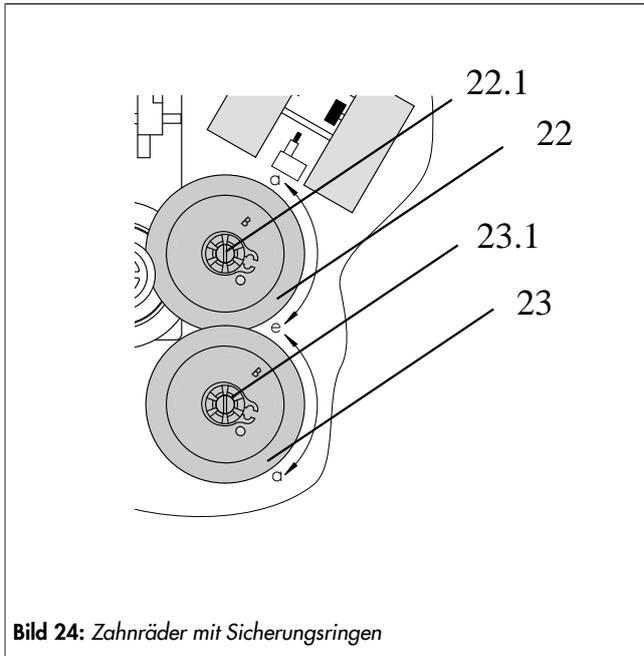

Bild 24: Zahnräder mit Sicherungsringen
- Zwischenrad (1) auf Dom 1 (11.1) aufstecken.
- Zackenring (3) aufsetzen und bis zum Anschlag herunterdrücken.
- Spannfeder (4) so auf Dom 3 (11.3) aufsetzen, dass der lange Schenkel der Feder auf der Mantelfläche des Zwischenrads (1) und der kurze Schenkel zwischen Dom 3 (11.3) und Dom 4 (11.4) liegt.
7. Passscheibe (10) auf Dom 2 (11.2) aufstecken.
8. Zackenring (6) aufsetzen und bis zum Anschlag herunterdrücken.
9. Die mit Sicherungsringen versehenen Zahnräder (22 und 23) der Widerstandsferngeber dem Nennhub des Ventils entsprechend auf ihre Achsen aufstecken. Die Bezeichnung „A“ für Nennhub 30 mm oder „B“ für Nennhub 15 mm muss von oben lesbar sein (vgl. Bild 24).
10. Antriebsplatine (12) in ihre Führung schieben. Darauf achten, dass die Zahnräder im Eingriff stehen.